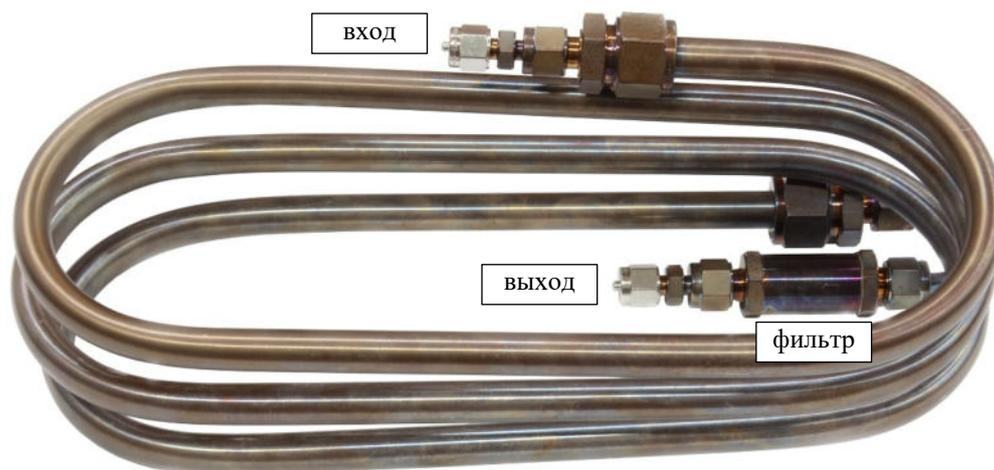

Рисунок 26 – Подключение осушителя.
- используя гаечный ключ на 12, подключите трубки с маркировкой «ВХОД ОСУШИТЕЛЯ» и «ВЫХОД ОСУШИТЕЛЯ» к соответствующим штуцерам на задней стороне генератора (фильтрующий элемент должен располагаться со стороны выхода осушителя – см. Рисунок 26);
- не дожидаясь стравливания давления из осушителя, сразу подключите трубки к штуцерам осушителя, как показано на Рисунок 26 (вход осушителя отмечен точечной маркировкой «Вх» или стрелками, на конце выходной трубки имеется фильтрующий элемент).